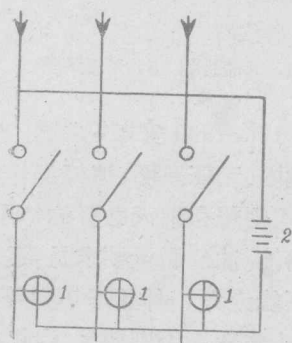

图 7 油开关三触点同时合閘試驗图
2. 如要求三个触点同时合閘,这可以用三个指示灯泡来試驗(见图 7),以通电后三只灯泡同时亮为合格。但是必須注意这个試驗要在停电情况下进行。